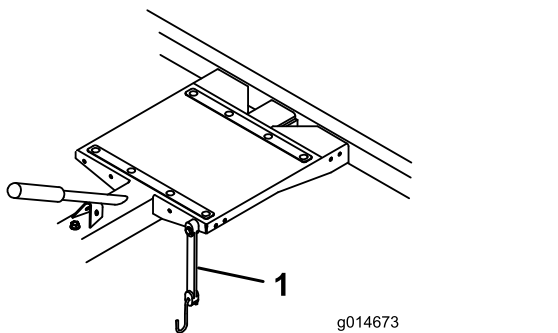

Figura 15
4. Durante o transporte, utilize uma correia de fixação para prender o cortador ao reboque (Figura 15). Pode mover a correia de fixação para diferentes furos de montagem para acomodar diferentes cortadores.